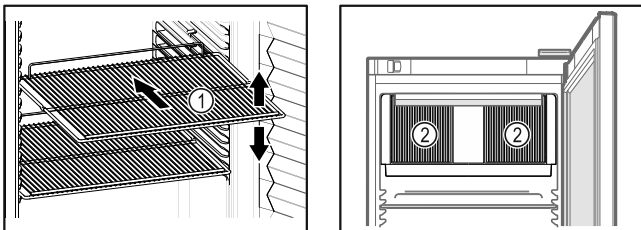

Fig. 70 Ενδεικτική απεικόνιση Fig. 71
- Εάν οι σχάρες Fig. 70 (1) είναι ρυθμιζόμενες, προσαρμόστε τα ανάλογα με το ύψος.